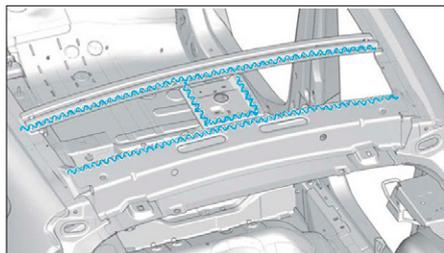

FIG. 134
- Appliquer un mastic de calage comme illustré (Fig.134).